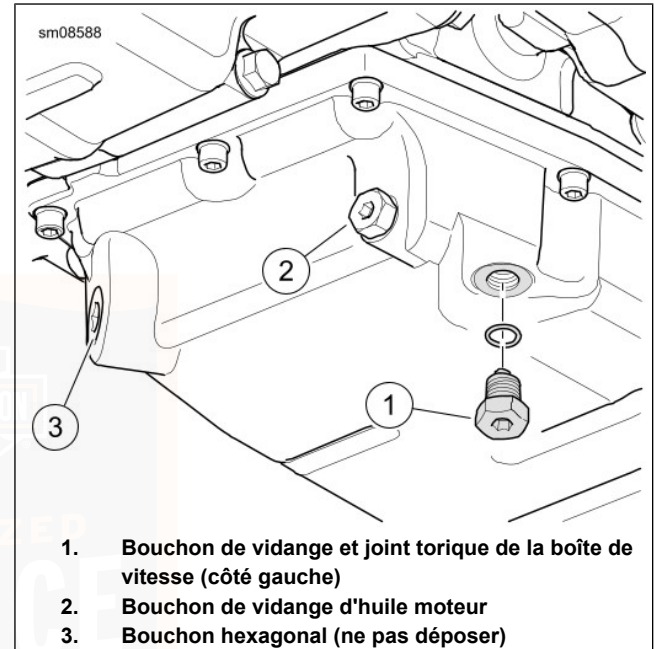

Figure 70. Vidange de la boîte de vitesse
2. Voir Figure 70. Enlever le bouchon de vidange de la transmission. Vidanger la transmission.